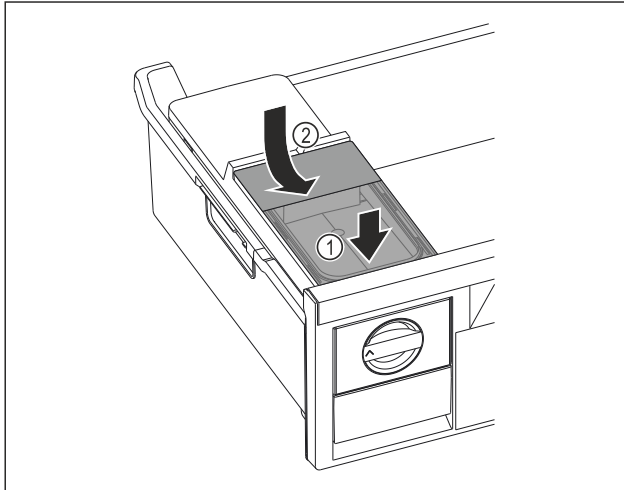

Fig. 104
- ▶ Postavite spremnik za vodu sprijeda. Fig. 104 (1)
- ▶ Spustite spremnik za vodu straga. Fig. 104 (2)